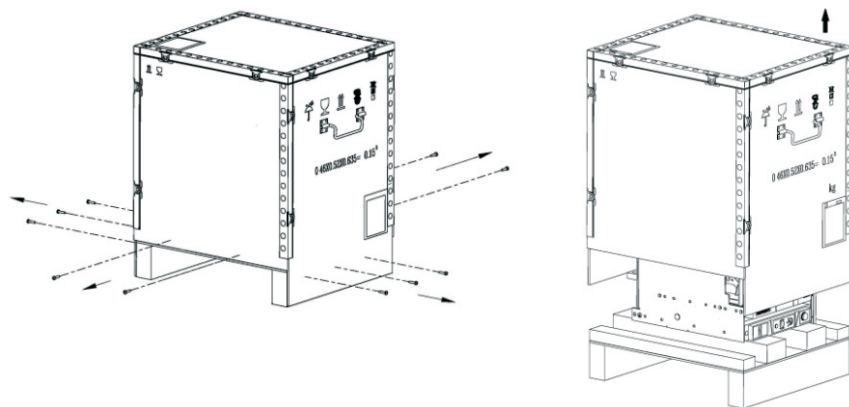

Рисунок 9
5.6.1 Открутить саморезы, расположенные внизу тары по периметру, снять фанерный короб (рисунок 9).